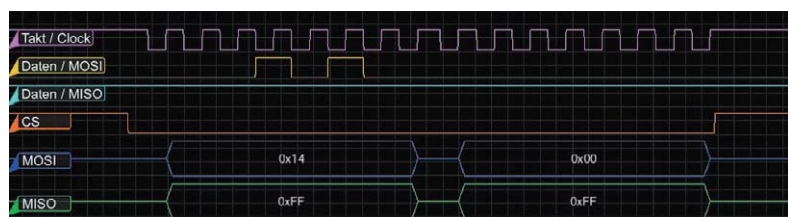

Bild 8: Signalverlauf 3D-BS bei Konfiguration
Zum Schreiben eines Werts in das Konfigurationsregister mit der Adresse 14h wird vom Master das Select-Signal (CS) von 1 auf 0 geschaltet. Danach folgt die Übertragung der Registeradresse 14h, gefolgt von einem Datenbyte, welches die Konfigurationswerte enthält. Da es sich um einen Schreibvorgang handelt, wird laut Datenblatt (Ausschnitt in Bild 6) eine 0 als höchstwertiges Bit des ersten Bytes übertragen. In Bild 8 kann man in der Logikanalysator-Darstellung sehr gut sehen, wie die CS-Leitung auf 0 geht, bis die Übertragung beendet ist. Man sieht in Bild 8 das vom Master erzeugte Taktsignal, die 0-/1-Pegel vom Master zum Slave auf der MOSI-Leitung und dass auf der Datenleitung vom Slave zum Master (MISO) permanent 1-Pegel anliegt, was sinnvoll ist,
Im unteren Teil von Bild 8 sieht man das vom Logikanalysator dekodierte SPI-Signal. Auf der MOSI-Leitung wird ein Byte mit dem hexadezimalen Wert 14 (14b oder 0x14) und danach ein Byte mit dem Wert 00h übertragen. Das Konfigurationsregister 14h wird somit mit dem Wert 0 beschrieben. Gleichzeitig mit der Übertragung von 14h 00h auf der MOSI-Leitung wird auf der MISO-Leitung zum Master FFh FFh dekodiert. Am Ende der Übertragung wird CSB wieder auf 1 geschaltet.